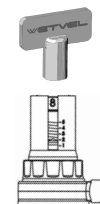

Рис.2
19. Клапан DPR настраивается ключом WETVEL (рис.2), либо рожковым ключом SW8 и защищен от несанкционированного доступа защитной крышкой. Цвет указателя на шкале настройки определяет рабочий диапазон давления. Для регулировки настройки необходимо снять колпачок и произвести регулировку настроек.